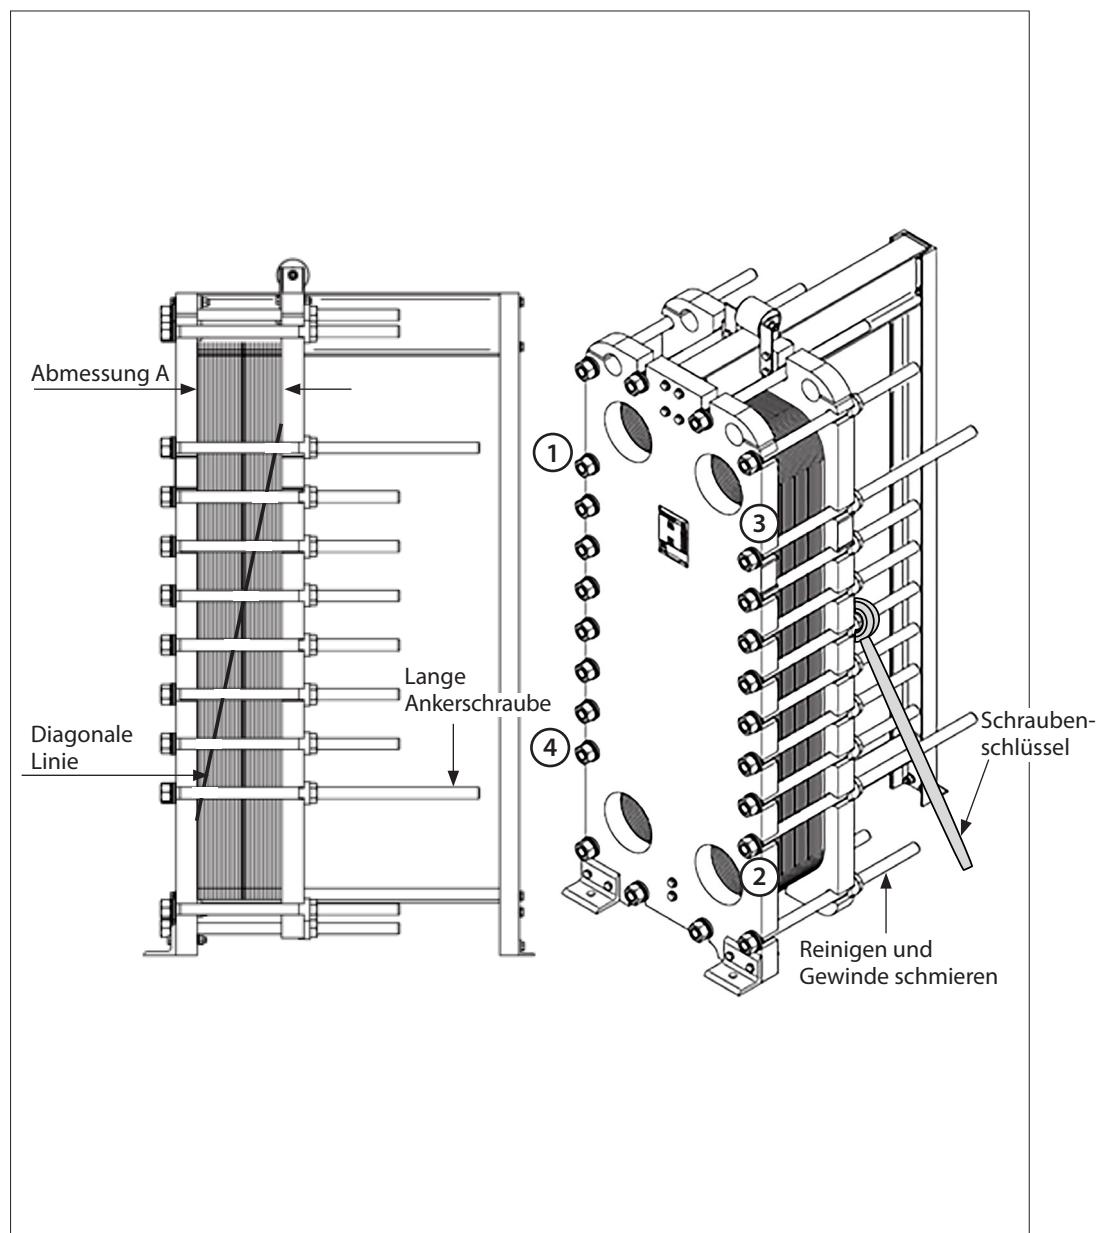

Abb. 10 Öffnen des Plattenwärmeübertragers
- Das Plattenpaket vor dem Öffnen kennzeichnen. Dies kann diagonal (siehe Abb. 10) oder durch Nummerieren jeder einzelnen Platte nach Reihenfolge erfolgen.
- Die langen Ankerschrauben gleichmäßig in der Reihenfolge 1, 2, 3, 4 (Abb. 10) lösen, d. h., die darauf folgende muss im parallelen Ablauf geöffnet werden